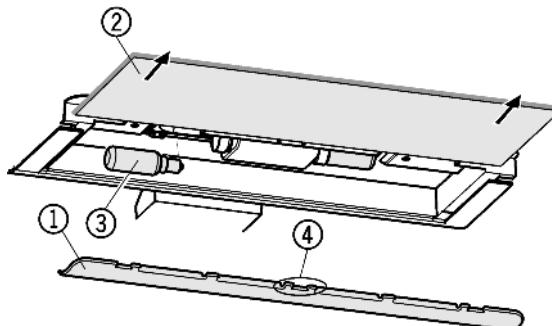

Fig. 34
- ▶ Снятие накладки Fig. 34 (1): сзади возьмитесь пальцем за накладку и снимите её с фиксатора.
- Извлеките стеклянную полку Fig. 34 (2).
- Лампу накаливания Fig. 34 (3) заменить.
- Установка накладки на место: защелкните справа и слева, следя за тем, чтобы средний крюк Fig. 34 (4) захватил стеклянную полку.